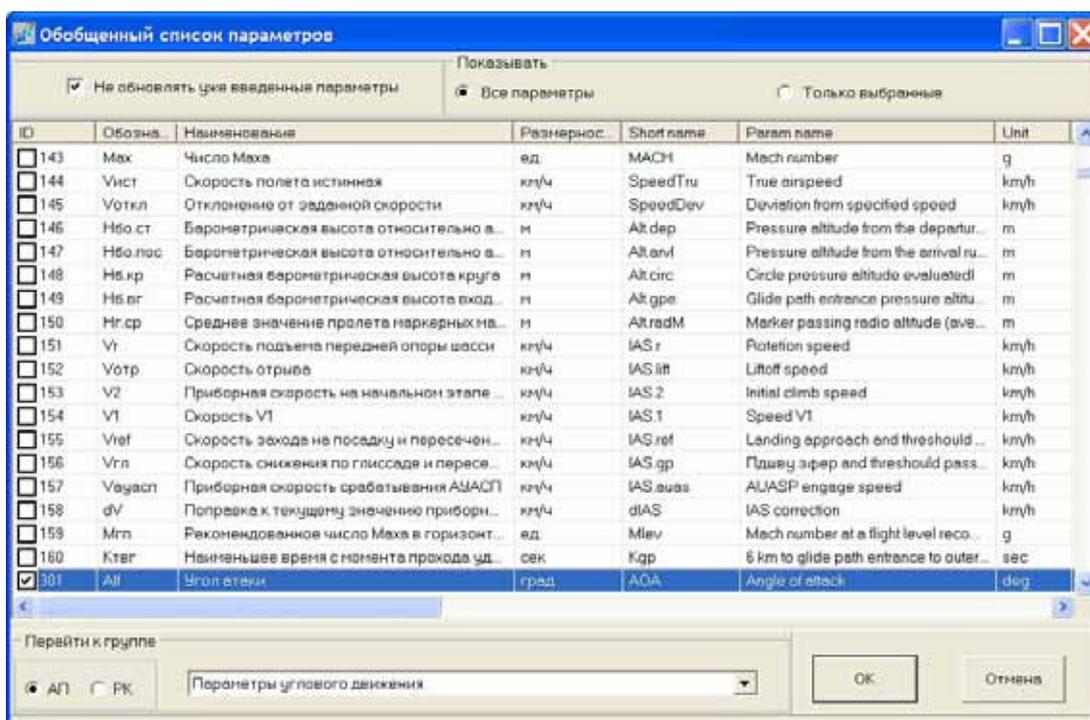

Рисунок 9.9
Добавление нового параметра в файл заголовка производится либо вручную, либо выбором из predeterminedенного списка параметров. Рекомендуемым способом является выбор из списка, который появляется после нажатия кнопки **Общ. Список** (Рисунок 9.9).
***Примечание:** Каждый раз, когда Вы нажимаете кнопку **ОК** в окне **Обобщенный список параметров** (Рисунок 9.9) программа изменяет все атрибуты параметров, используя значения, определенные в списке. Чтобы сохранить изменения атрибутов параметров, сделанные ранее, необходимо отметить переключатель **Не обновлять уже введенные параметры**.*